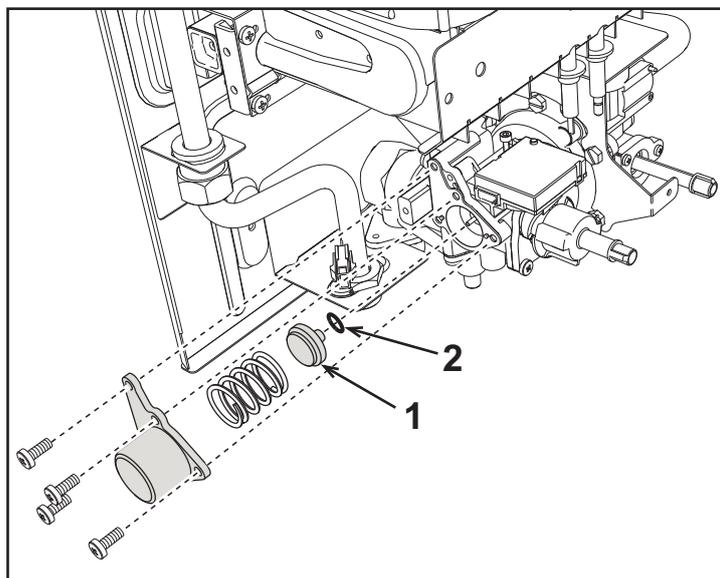

fig. 8
- Enlever le ressort et remplacer le cône de modulation (rep. 1 - fig. 8) par un modèle convenant au nouveau type de gaz en s'assurant de positionner correctement le joint (rep. 2 - fig. 8).